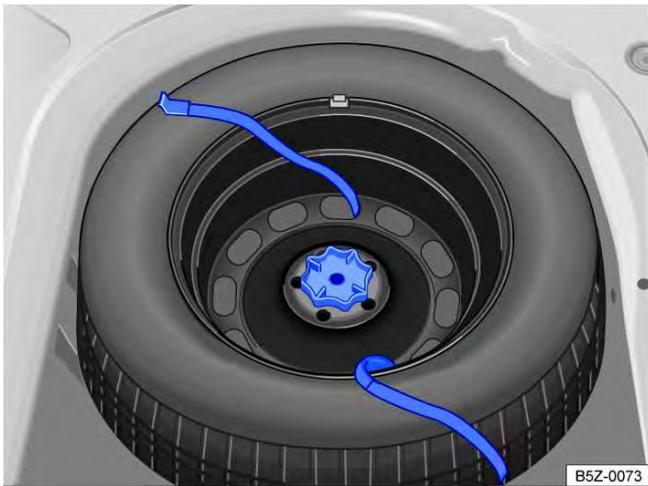

Fig. 175 No compartimento de bagagem: manípulo para fixação da roda de emergência.
- Girar totalmente o manípulo localizado no meio da roda de emergência → Fig. 175, no sentido anti-horário, e remover a roda de emergência.